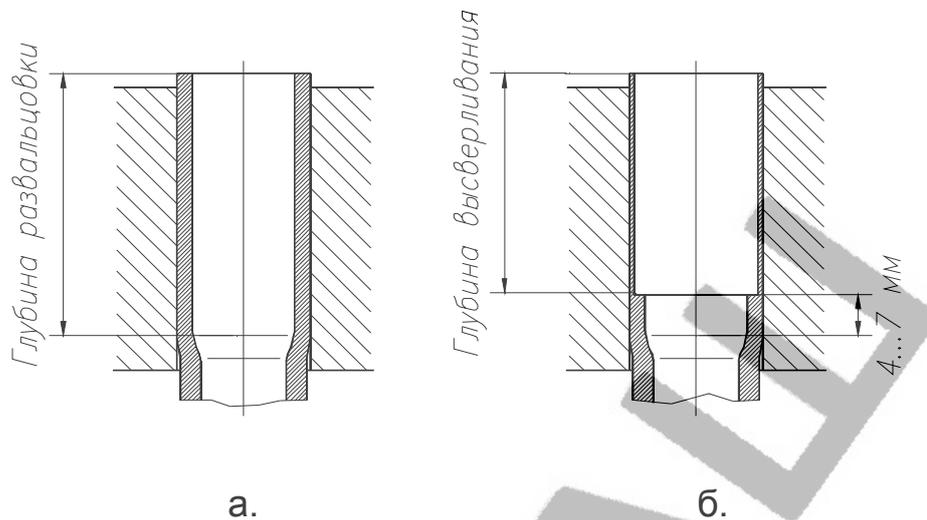

Рис. 5. Развальцованная (а) и высверленная (б) трубы
4.2.6. Плавно, без рывков, подавая зенковку ключом 5 в осевом направлении, высверлить трубу на заданную глубину (рис. 5).